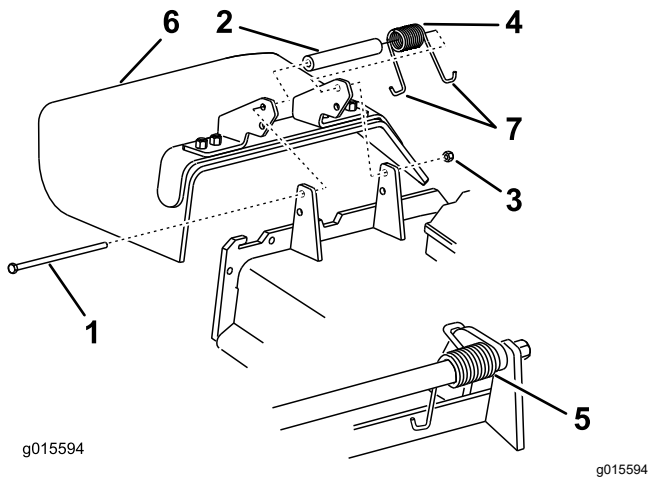

Figure 87
1. Retirez le contre-écrou, le boulon, le ressort et l'entretoise qui fixent le déflecteur aux supports de pivot (Figure 87).
**Remarque:** Prenez soin de placer 1 extrémité en J du ressort derrière le bord du tablier avant de mettre le boulon en place, comme montré à la Figure 87.
6. Accrochez l'extrémité en J du ressort au déflecteur d'herbe (Figure 87).